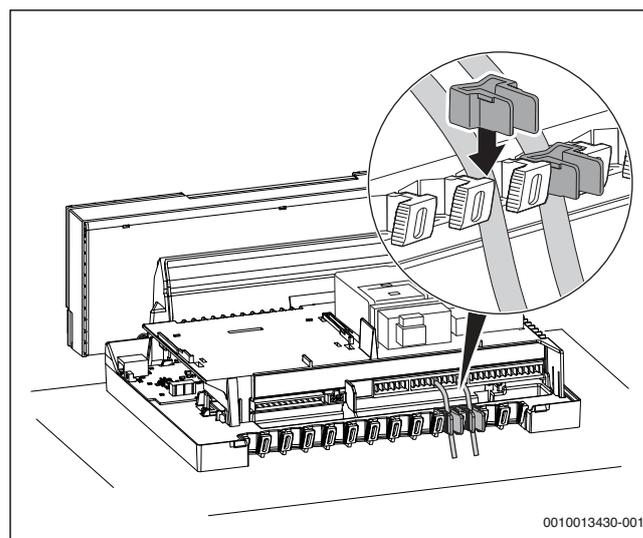

Рис. 22 Крепление проводов фиксаторами
Закрепите все провода фиксаторами (→ рис. 22)
- ▶ Установите фиксатор для кабеля (→ рис. 22), для этого нажмите вниз, фиксатор должен надежно закрепить кабель.